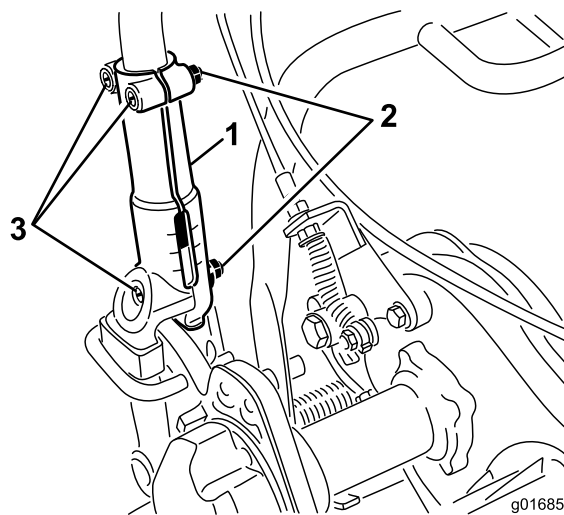

図 26
1. ハンドルを左右のハンドルクランプに固定しているキャリッジボルトとナット各3をゆるめる 図 26。